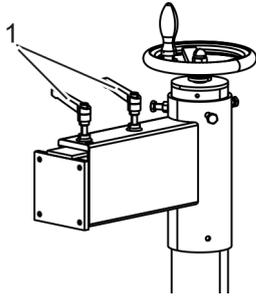

Abb. 33: Klemmhebel
- 9.** Klemmhebel (Abb. 33/1) am Haltearm durch Drehen gegen den Uhrzeigersinn lösen.